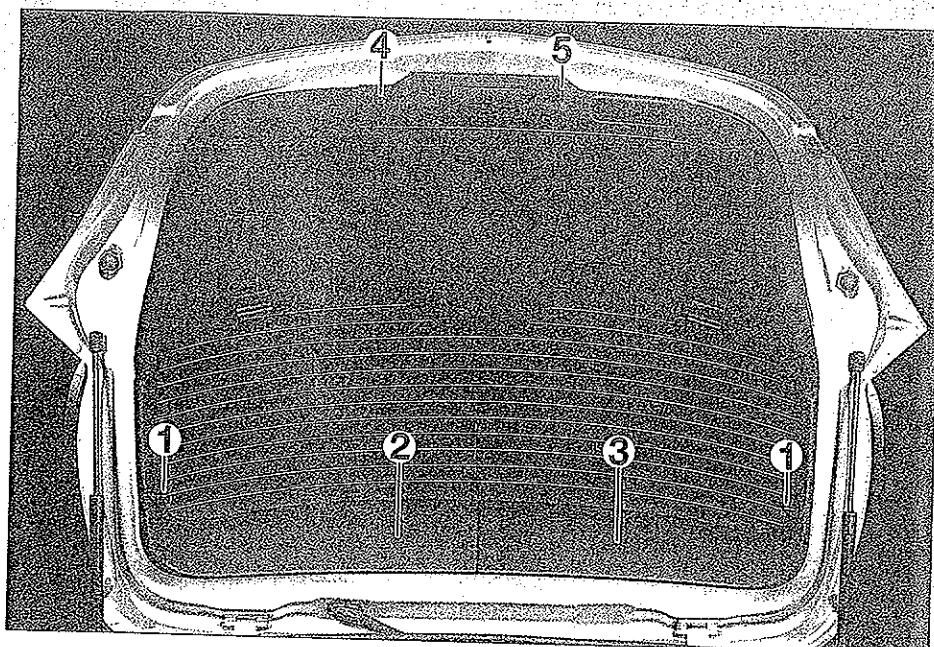

FIG. 63
- Desatornillar las dos fijaciones (1) izquierda y derecha de sujeción de la bandeja trasera (fig. 63).
- Desengrapar el guarnecido izquierdo (2) y derecho (3) del marco de luneta trasera.
- Desmontar los clavos (4) de fijación de la empuñadura (5).
- Desmontar el guarnecido de empuñadura (5).